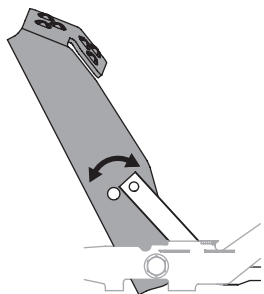

Figure 36
3. Positionnez la pédale sur la position optimale en fonction des préférences de l'opérateur. Voir Figure 36.